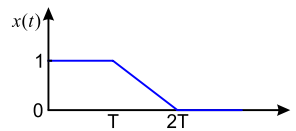

Figura 1-3
**Problema 4** Calculeu la transformada de Laplace de la funció  $x(t)$  representada a la Figura 1-3.